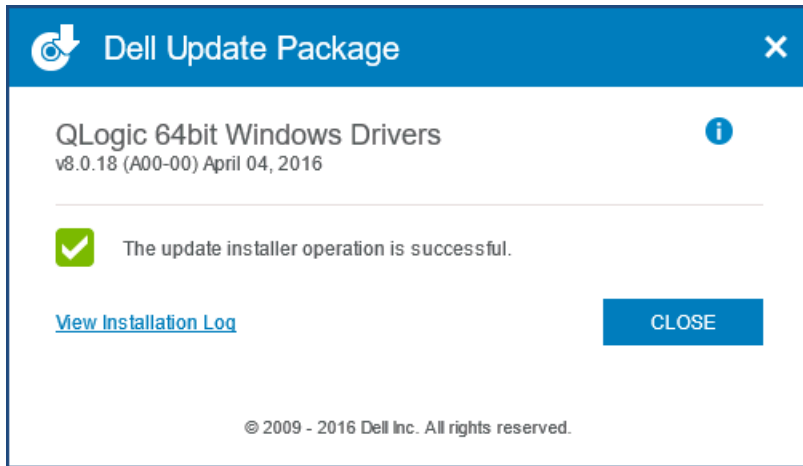

Abbildung 3-8. Dell Aktualisierungspaket-Fenster
9. Im Fenster des Dell Aktualisierungspakets (Abbildung 3-8) weist die Meldung „Update installer operation was successful“ (Aktualisierung des Installationsprogramms war erfolgreich) auf den Abschluss des Vorgangs hin.